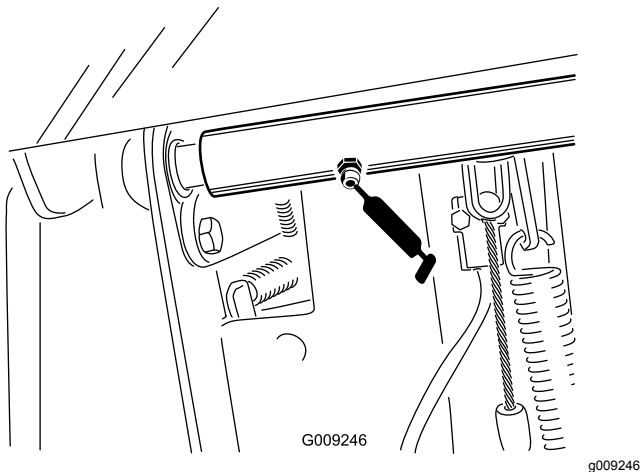

Figura 56
- Dois rolamentos do eixo da articulação do pedal do travão (Figura 56)